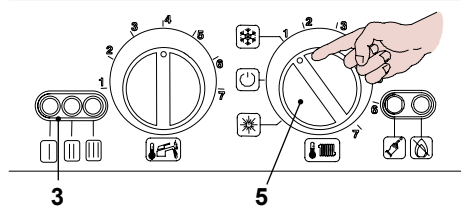

рис. 6.4
- Подайте электрическое питание на котел; индикатор 3 (рис. 6.4) будет мигать с интервалом в четыре секунды
- Поверните переключатель функций 5 (рис. 6.4) в положение, показанное на рисунке. Индикатор 3 будет мигать с интервалом в 2 секунды